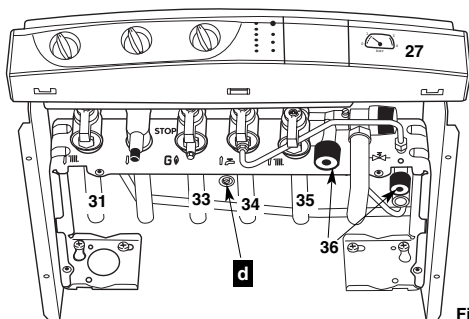

Fig. 14
- open de koudwaterkraan **34** (fig. 14) van de kraanblok,
- nakijken dat de kranen van het vertrek van de verwarming **31** (fig. 14), en de retour van de verwarming **35** (fig. 14) wel geopend zijn,
- open de 2 vulkranen **36** (fig. 14),
- sluit deze kranen wanneer de naald van de manometer **27** (fig. 14) hoger is dan de bepaalde druk op § 3,
- open de gastoevoerkraan **33** (fig. 14),
Beweeg de vijs **d** (fig.14) van de regeling van de by-pass, welke men ziet onder de hydraulische blok (losvijzen om te openen), teneinde de beschikbare manometrische hoogte aan te passen aan de drukverliezen van de installatie, volgens de kurven van de diagrammen **GV** (grote snelheid) of **PV** (kleine snelheid) (fig. 15 of 16).